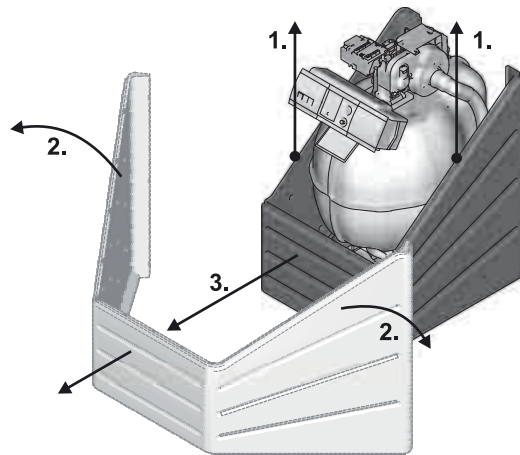

Figura 9-2 Rimuovere la copertura della caldaia
- Sollevare e rimuovere la copertura della caldaia (v. figura 9-2).